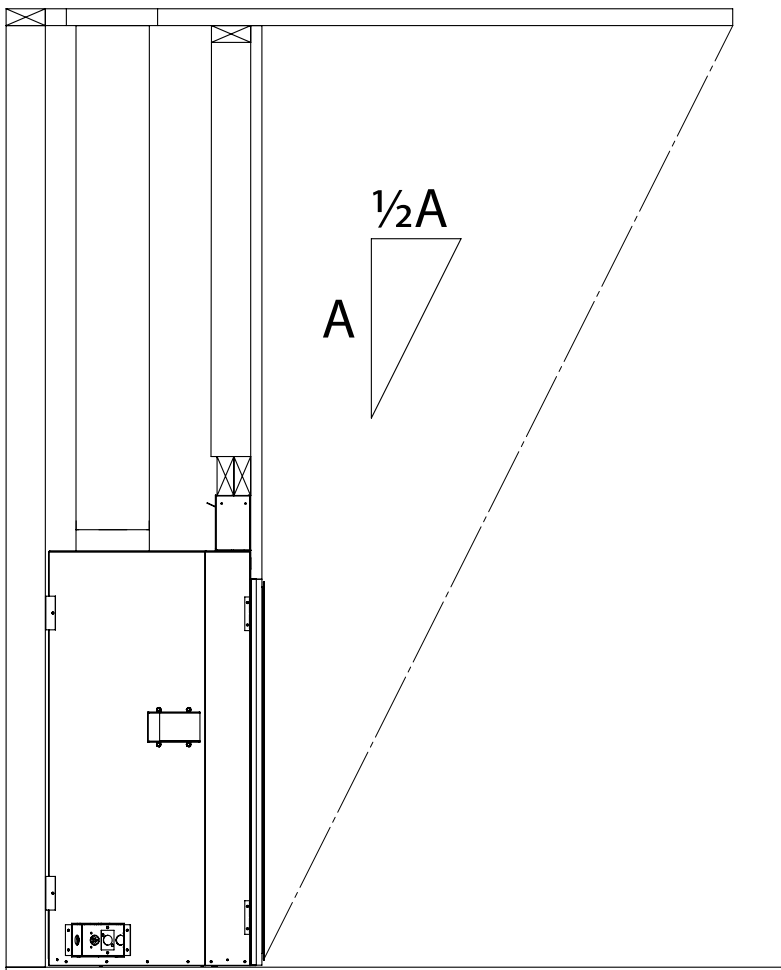

Figure 42: Exigences de profondeur de surplomb de toit
- La cheminée doit être protégée par un surplomb de toit d'une profondeur d'au moins la moitié de sa hauteur à partir de la base du foyer comme indiqué dans Figure 42.